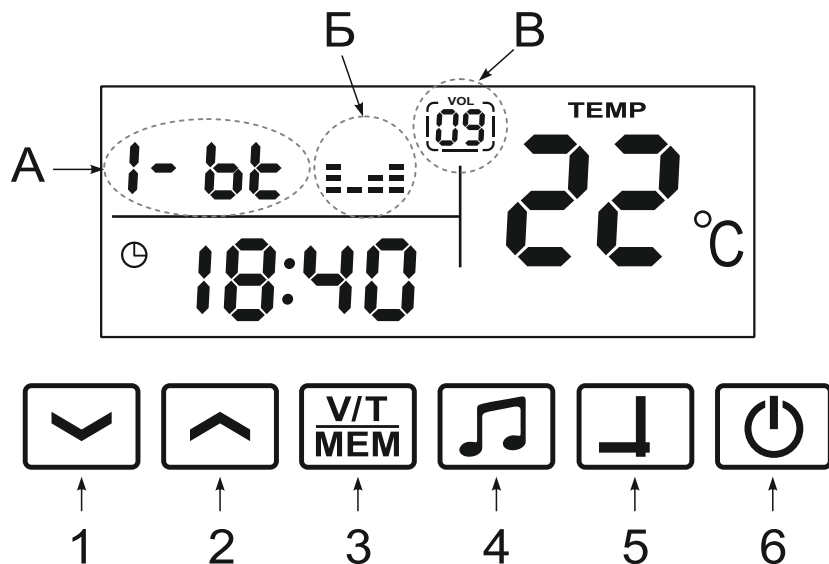

Рис. 7
3. Из режима часов, касанием **кнопки 4**, МФП переходит в режим Bluetooth (Рис. 7).
Это видно по появлению мигающего обозначения «BT» (поз. А Рис. 7) и указателя громкости (поз. В Рис. 7). В этом режиме панель будет выполнять функцию BlueTooth колонок (далее ВТ), воспроизводя звук с любого устройства, оборудованного ВТ передатчиком (телефон, mp3 плеер, планшет и т.д.). Для использования этой функции необходимо на своем устройстве (компьютер, смартфон и т.д.) войти в настройку ВТ, найти в списке устройство «mirrog» (может быть другое название), выбрать «Подключиться» и ввести пароль «2003». При успешном подключении, символы ВТ перестают мигать, и появляется изображение четырехполосного графического эквалайзера (поз. Б Рис. 7).